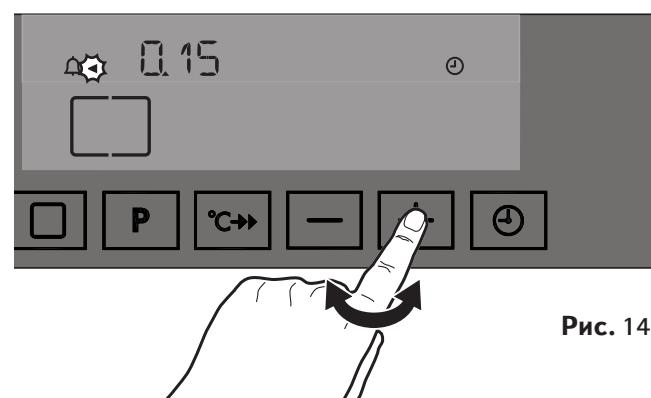

Рис. 14
2. Символ будет мигать в течение 5 секунд. В течение этого периода с помощью клавиши выберите нужное время (Рис. 14). Максимальная возможная величина времени составляет 23 часа 59 минут. Еще через 5 секунд после того, как Вы установили время, символ перестанет мигать. Это означает, что данная установка занесена в память электронного контроллера духовки и начался обратный отсчет времени.
Коснитесь клавиши “Функция времени” : при этом загорается символ рядом с символом таймера . Теперь установку таймера можно изменить, коснувшись клавиши или (Рис.14).